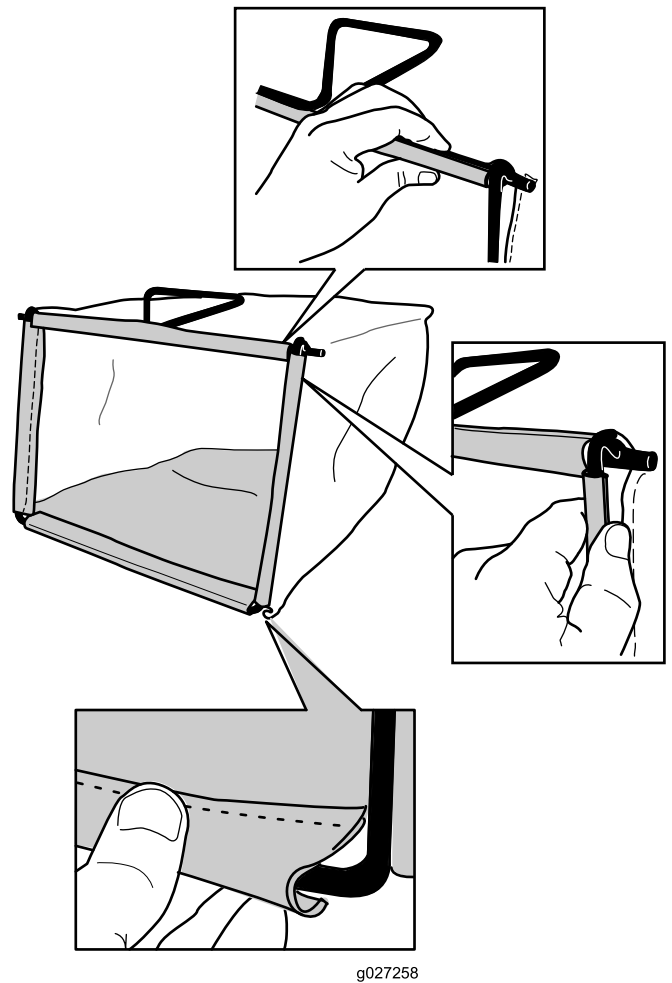

Figure 9
2. Accrochez la glissière inférieure du bac au bas de l'armature (Figure 9).
3. Accrochez les glissières supérieur et latérales du bac au sommet et sur les côtés de l'armature respectivement (Figure 9).